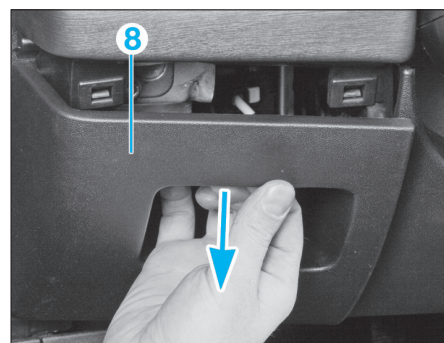
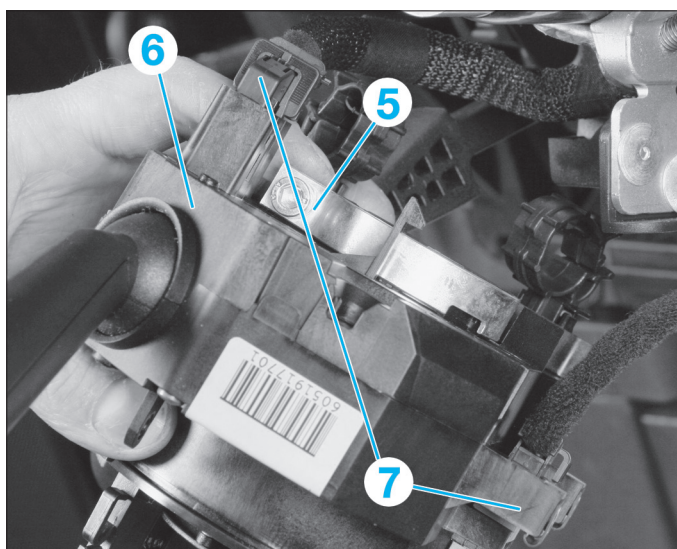

FIG. 7
FIG. 6
- Desserrer le collier (5) du commodo (6) (Fig.6).
- Débrancher les connecteurs (7), dégager les faisceaux puis déposer le commodo.
- Déclipser la garniture (8) du boîtier fusible habitacle (Fig.7).